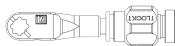

Abbildung 19
- Zum Anbringen des **Klingenhalters mit Schnellverbindung** (wie UL-0107) am **Flex-Arm** (wie UL-0106), stellen Sie sicher, dass der Schaft des **Flex-Arms** sich in seiner entriegelten Position befindet. (Abbildung 19)